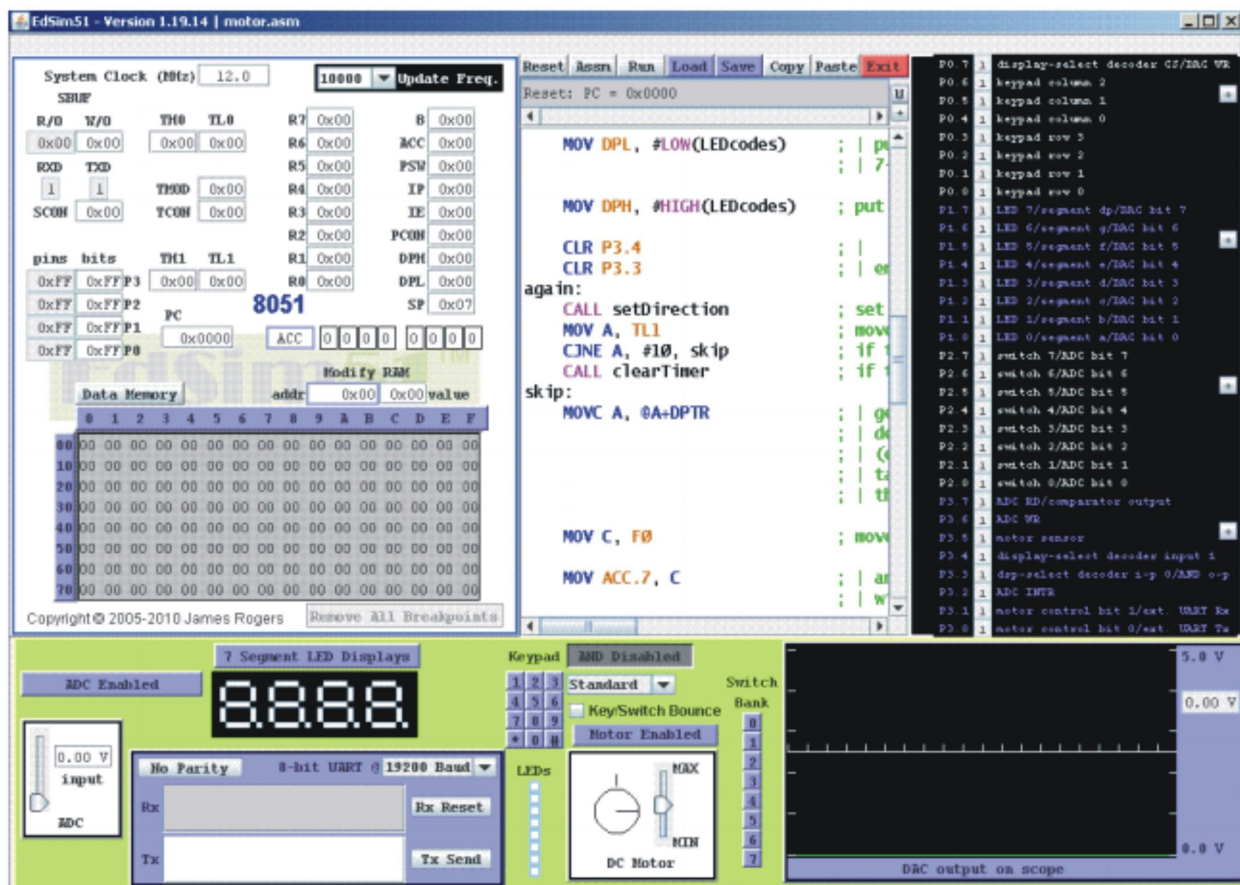

Рис. 2 Інтерфейс програмного емулятора
3.1.1. Відкрити інтерфейс емулятора, двічі клацнувши клавішею миші на архівованому файлі «EdSim51.jar». Відкриється інтерфейс програмного емулятора, зображений на рис. 2.
- **набору команд** програми з клавіатури. Для цього курсор встановлюється в верхній частині панелі і вводиться програма по одній команді в рядку (при потребі, з міткою та коментарем)(див. рис. 2);